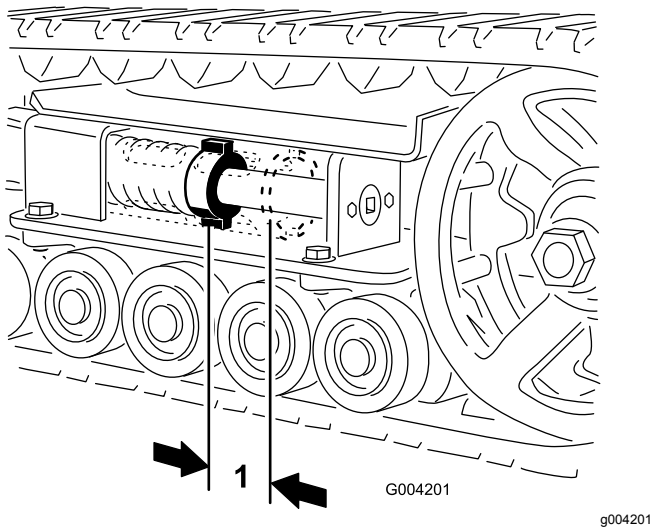

Bild 44
Der Abstand zwischen der Spannungsmutter und der Rückseite des Spannsrohrs sollte 7 cm sein (**Bild 44**). Stellen Sie ansonsten die Kettenspannung wie folgt ein:
5. Drehen Sie die Spannschraube mit einer Ratsche ($\frac{1}{2}$ ") nach links, bis der Abstand zwischen der Spannmutter und der Rückseite des Spannsrohrs 7 cm beträgt (**Bild 44**).
12. Drehen Sie die Spannschraube nach links, bis der Abstand zwischen der Spannmutter und der Rückseite des Spannungsrohrs (Bild 44) 7 cm beträgt.
18. Drehen Sie die Spannschraube nach links, bis der Abstand zwischen der Spannmutter und der Rückseite des Spannungsrohr (Bild 44) 7 cm beträgt.